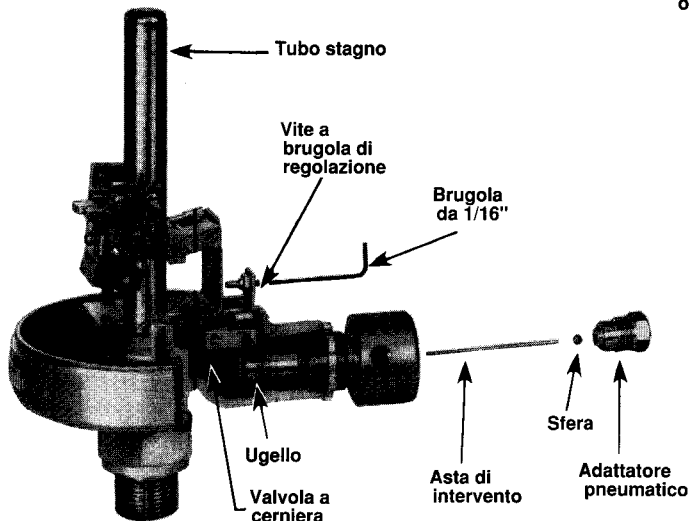

Figura 6
1. Svitare e rimuovere l'adattatore. Vedere Figura 6.
5. Rimontare l'asta di intervento, la sfera e l'adattatore e inserirli nell'ugello come indicato alla **Figura 6**.